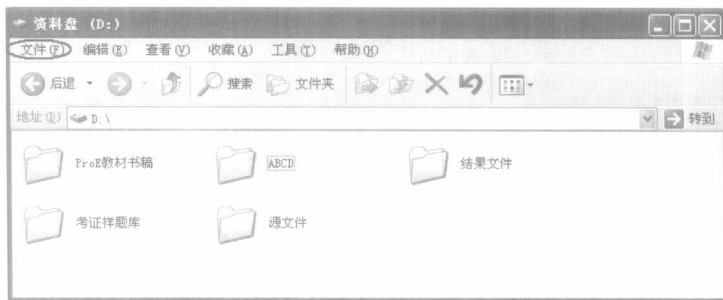

图 0-6 新建文件夹
(2) 双击如图 0-5 所示的 D 盘符,进入如图 0-6 所示的 D 盘。
(3) 依次单击图 0-6 中的【文件】/【新建】/【文件夹】菜单命令,系统弹出待命名的新建文件夹。